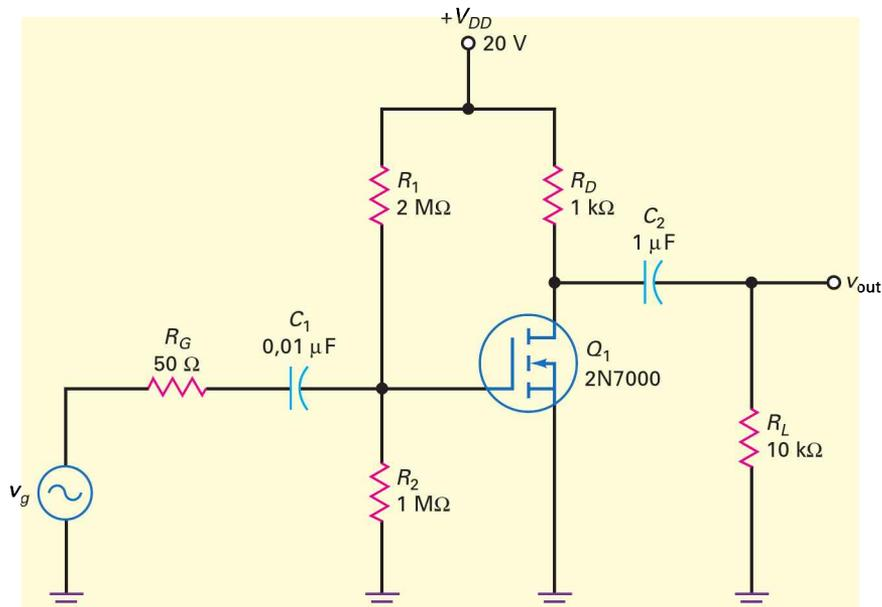

Figure 14.41
14.37 Le circuit de la figure 14.41 utilise un transistor E-MOSFET avec comme spécifications : $g_m = 16,5$ mS, $C_{iss} = 30$ pF, $C_{oss} = 20$ pF et $C_{rss} = 5$ pF, déterminer les valeurs des capacités internes du FET, soit : C_{gd} , C_{gs} et C_{ds} .
14.38 Sur la figure 14.41, quelle est la fréquence de coupure inférieure dominante ?
14.39 Sur la figure 14.41, quelles sont les valeurs des fréquences de coupure supérieures du circuit de liaison d'entrée par la grille, et du circuit de liaison de sortie par le drain ?